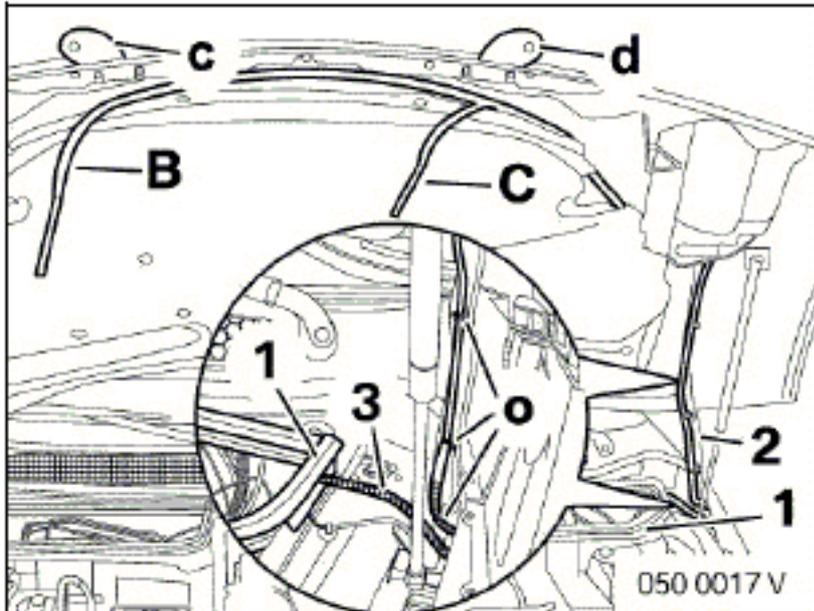

fig.3
Preparate un cablaggio come raffigurato sopra, avendo cura di lasciare le due estremità B e C lunghe più del necessario, quindi fatelo scendere come raffigurato nella fig. 3 passando sotto la guarnizione (1) ed entrando nel vano dove sono situati la vaschetta liquido freni, l'interruttore inerziale etc. (fig.3)